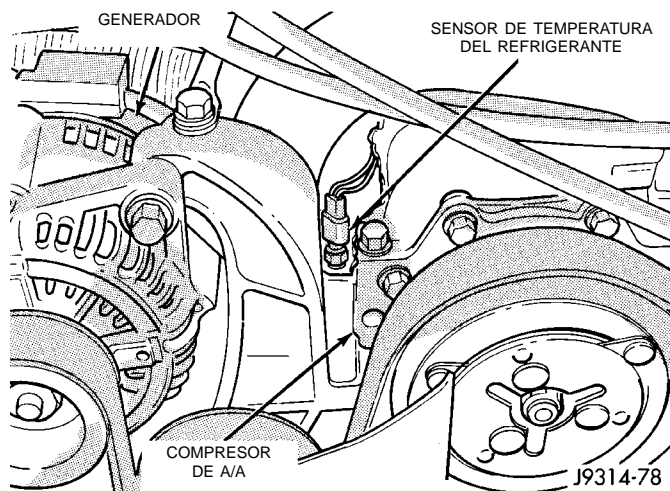

Fig. 30 Sensor de temperatura del refrigerante del motor—Motores de 5.2L/5.9L—Característico
(19) Verifique que el conector del mazo de cables esté firmemente conectado al sensor de temperatura del refrigerante del motor (Fig. 30).
(20) Eleve y apoye el vehículo.